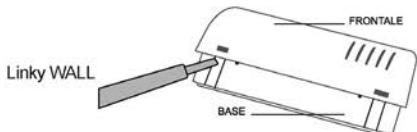

Fig.1
1. Inserire un piccolo cacciavite a taglio tra la base e la parte frontale di Linky, nelle apposite guide presenti nella base e fare leva per sbloccare i due dentini plasticci. Applicare una leggera torsione con il cacciavite tra il dentino ed il foro, ma non premere direttamente sul dentino per non romperlo (Fig.1).